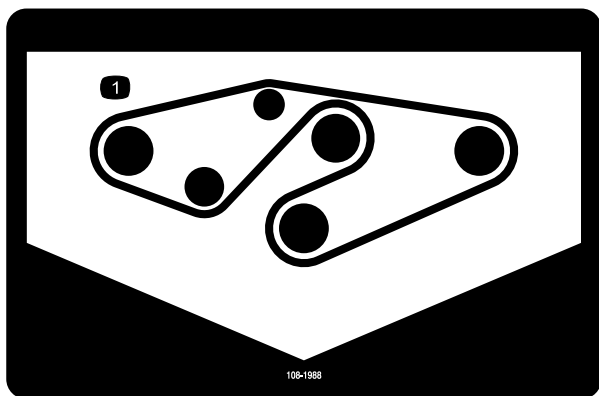

図 35
4. 図のように、スピンドル・プリーとアイドラ・プリーに新しいベルトを回しかける (図 35)。